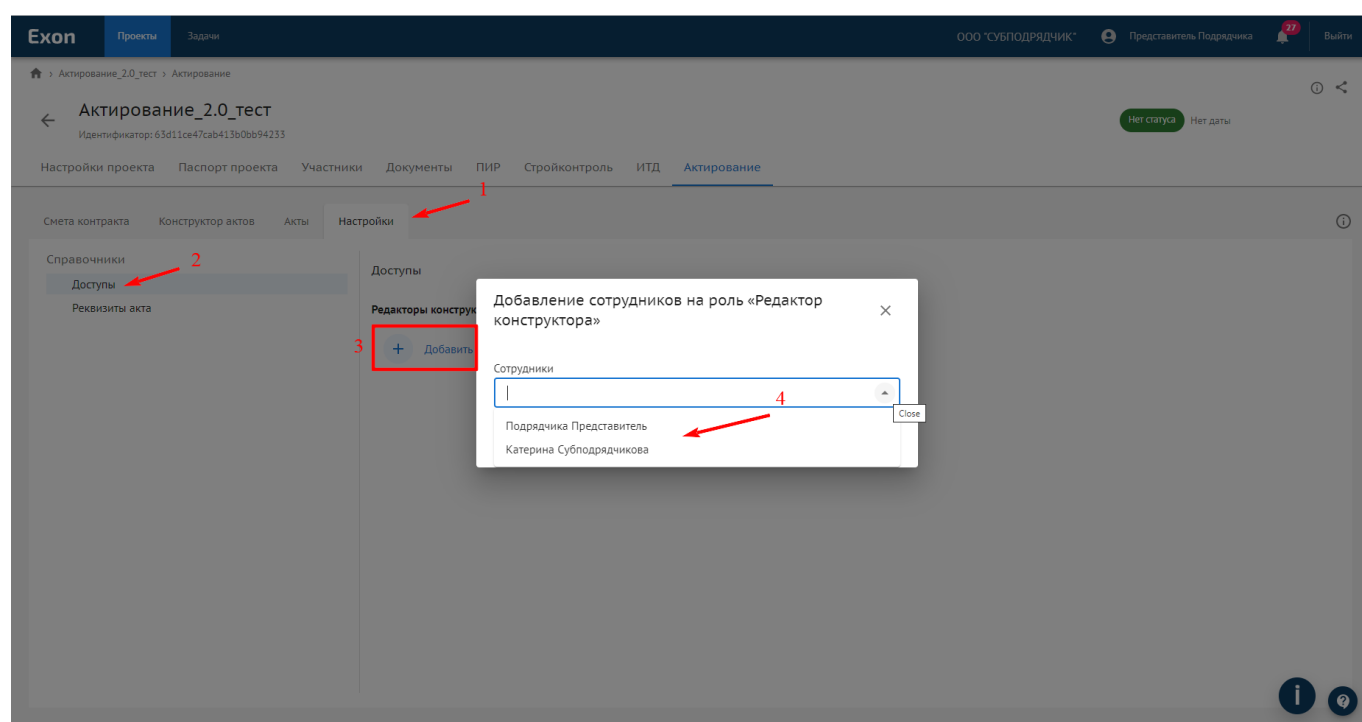

Рис. 22 – Выбираем редактора конструктора актов
Чтобы начать работу в Конструкторе актов необходимо перейти в раздел Настройки (1), Руководитель проекта от Генподрядчика (из модуля «Участники») должен назначить редактора конструктора. Для этого в Справочниках нужно нажать Доступы (2), «Добавить» (3), из выпадающего списка выбрать одного или нескольких сотрудников из организации Генподрядчика (4) и нажать «Добавить» (рис. 22).